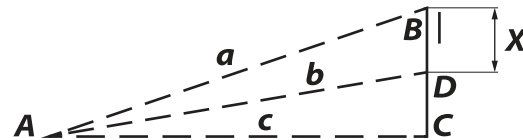

Рис. 5
**GO** — кнопка (1) «Go»
**а)** Нажмите дважды кнопку (2), пока на дисплее не появится обозначение для измерения по теореме Пифагора с мигающим катетом «**a**».
**б)** Нажмите «Go» (кнопка (1)) для вывода на экран первого значения - стороны «**a**».
**в)** Нажмите «Go» (кнопка (1)) для вывода на экран второго значения - стороны «**b**».
**3.** В третьем варианте необходимо измерить длину «**X**», где «**X**» - сторона «**BD**» треугольника «**ABD**». (Рис. 5).